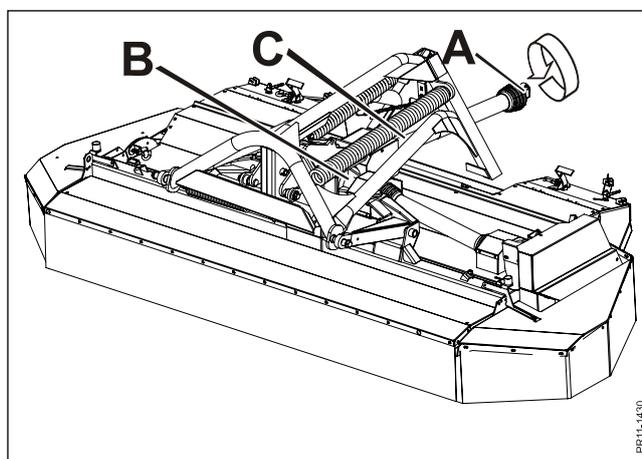

Fig. 2-1
**Fig. 2-1** Die Maschine ist für eine Zapfwellengeschwindigkeit des Schleppers von **1000 RPM** konstruiert und passend für Schlepper, bei denen die Drehrichtung gegen den Uhrzeigersinn **A** ist, wenn man auf die Front des Schleppers sieht. Falls man wünscht, die Maschine an einen Schlepper mit entgegengesetzter Drehrichtung anzubauen, d.h. im Uhrzeigersinn wenn man auf den Schlepper schaut, muss das Zentralgetriebe **B** auf der Maschine umgedreht werden, und die mitgelieferte Gelenkwelle **C** wird umgetauscht gegen eine, die für die entgegengesetzte Umlaufrichtung bestimmt ist. Diese Umtauschgelenkwelle wird von der Fabrik geliefert und die überschüssige Welle wird zurückgenommen.
Schließlich muss kontrolliert werden, dass der Zapfwellenanschluss des Schleppers für 1000 rpm ausgelegt ist, wofür auch die Maschine konstruiert wurde, und dass die Drehrichtung lt. Fig. 2-1 korrekt ist.